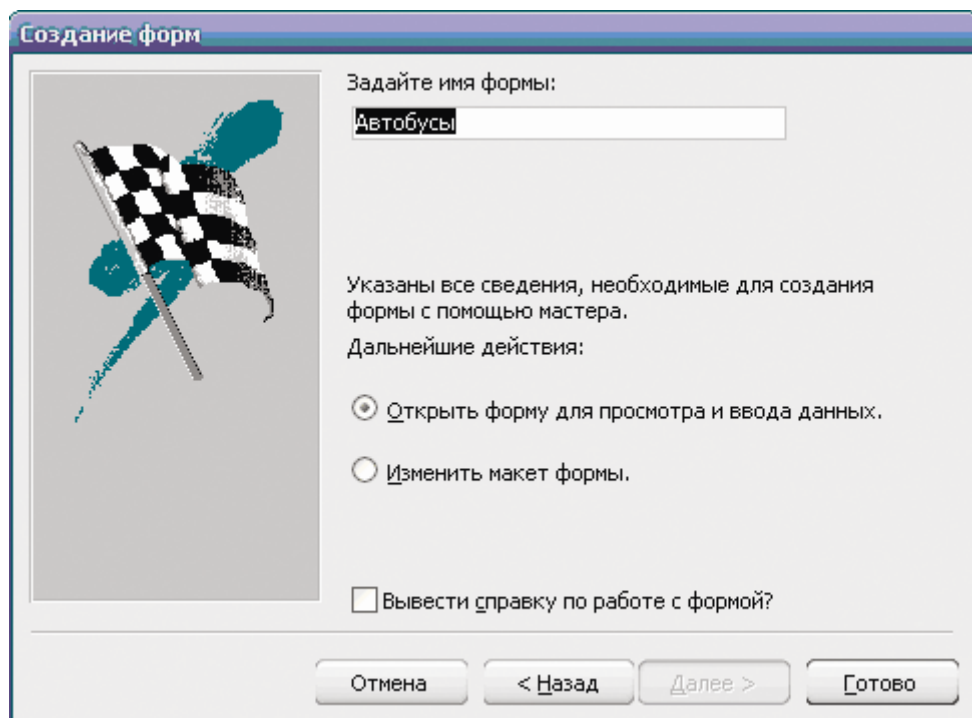

Рис.18– Диалоговое окно Создание форм задания имени формы
8. Выполнить щелчок левой клавишей мыши по кнопке  . На экране появится диалоговое окно для задания имени формы (рис.18).